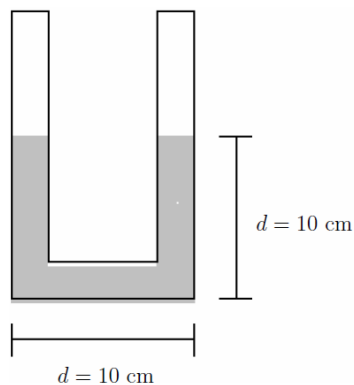

Fig. 3: Tubo U com mercúrio
4. (15 P) A Fig. 3 mostra um tubo em U aberto para a atmosfera de diâmetro interno igual a 1 cm, com mercúrio (massa específica $\rho_m = 13550 \text{ kg/m}^3$). Se 20 cm^3 de água (massa específica $\rho_a = 999 \text{ kg/m}^3$) são inseridos no lado direito, calcule a nova configuração das alturas de mercúrio nos dois lados depois que o sistema entrar novamente em repouso.
5. (20 P) A Fig. 3 mostra um jato redondo ($D = 15\text{cm}$), livre no plano horizontal que é separado em dois. A força F no separador ($\delta = 60^\circ$) foi medido com $F = 25\text{kN}$. Calcule a vazão do jato.